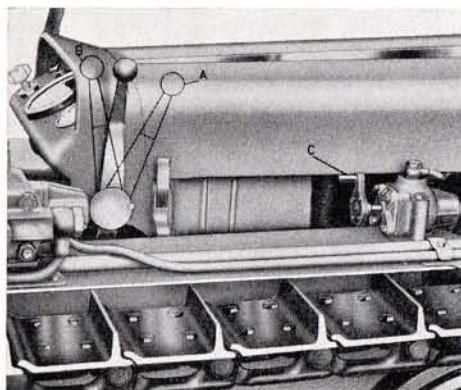

Fig. 4
- 2) Porter le levier de commande de l'accélérateur dans la position « A » (Fig. 4) de l'accélération maxima .
- 4) Pour arrêter le moteur, porter le levier de commande accélérateur dans la position B (fig. 4) en évitant l'arrêt au minimum.